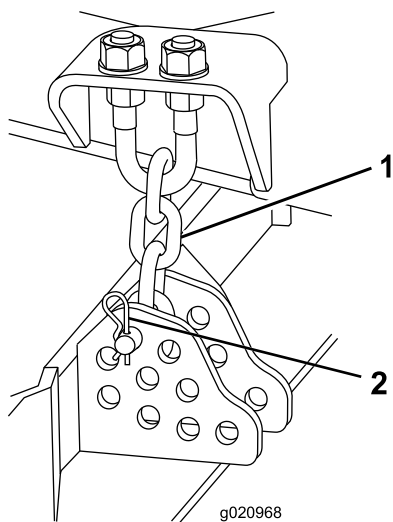

Figure 17
9. Enlevez la goupille fendue et l'axe de chape qui fixent les chaînes de hauteur de coupe à l'arrière du plateau (Figure 17).